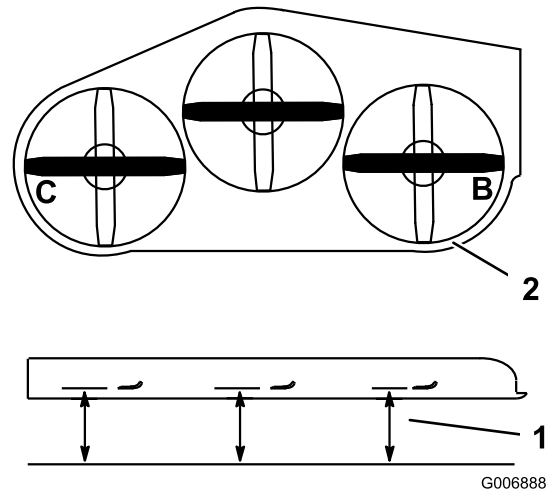

Figura 87
- Mida en las posiciones **B** y **C** desde una superficie nivelada hasta el filo de corte de los extremos de las cuchillas (Figura 87).